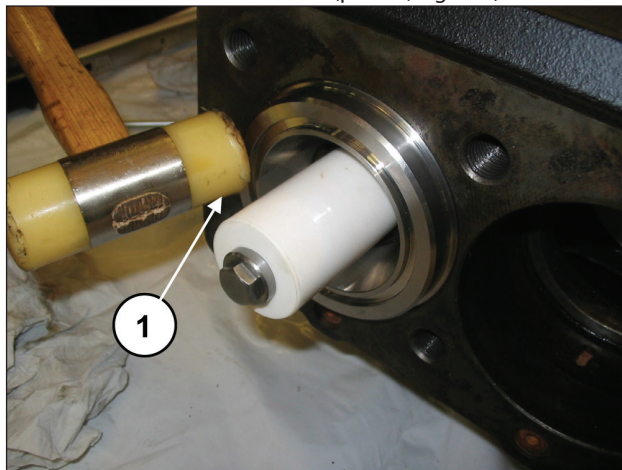

Fig. 151
Assicurarsi che il blocco camicia-supporto arrivi a posizionarsi correttamente fino a fondo sede (pos. ①, Fig. 151).